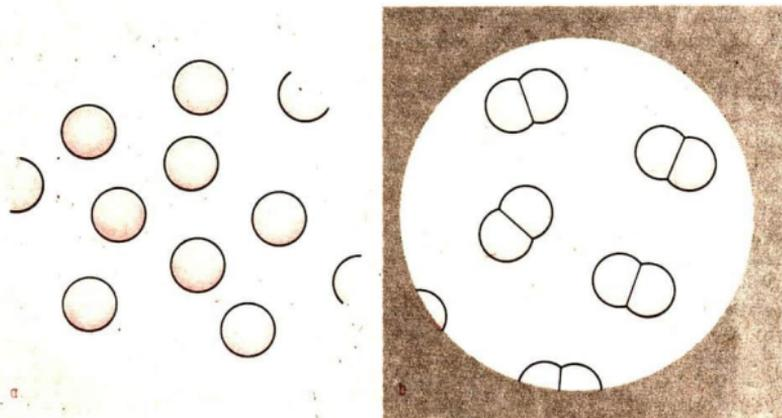

Abb. 25
Einige Elemente, die bereits bei Zimmertemperatur gasförmig sind, zeigen eine Besonderheit. Zum Beispiel sind die Atome des Elementes Sauerstoff, die im Verlaufe einer chemischen Reaktion aus anderen Stoffen frei werden (✓ Experimente 17 und 18), nur ganz kurze Zeit voneinander getrennt. Je zwei Sauerstoffatome vereinigen sich zu einem größeren Teilchen (Abb. 25). Ähnlich verhalten sich auch die Atome von Wasserstoff, Stickstoff und einigen anderen gasförmigen Elementen. ④ ⑤